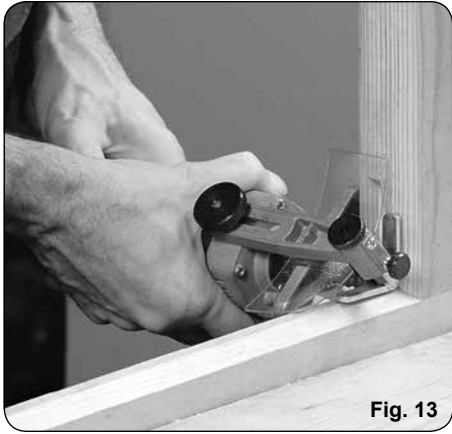

Fig. 13
18.50.042	Esquí de apoyo 45° (Fig. 13)